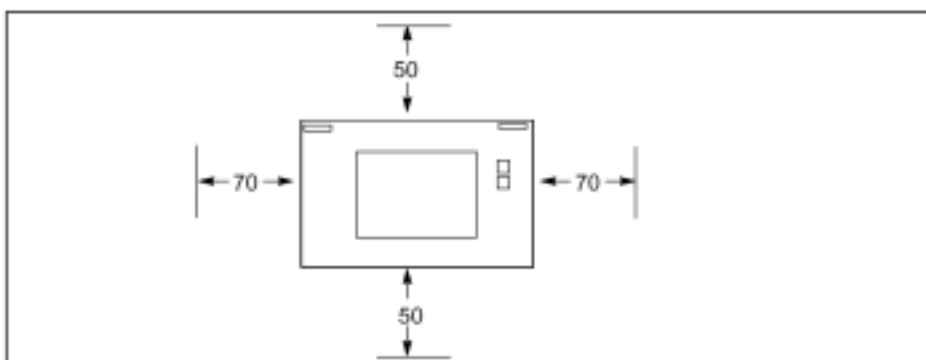

图 3-9 C7-635 Touch 的安装间隙
- 如图 3-9 所示，为了电缆出线和通风，C7-635 与周边必须保持 50 和 70mm。